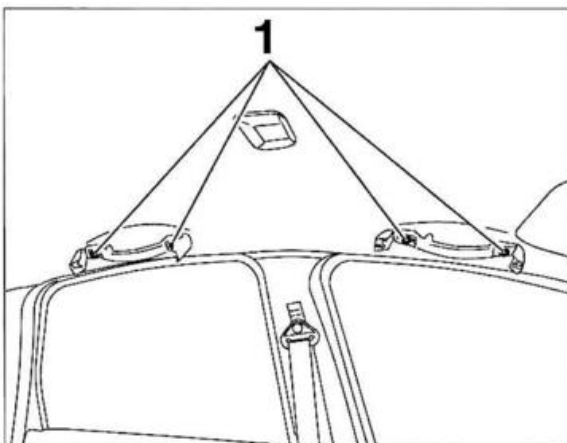

FIG. 5
- Desmontar los tornillos de fijación (1) de las empuñaduras de sujeción del techo (fig. 5).